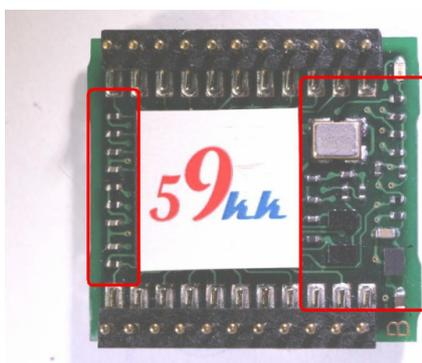

図 10.1. uSDCONF1F Bottom View
- ・ しかしながら、図 10.1のように、モジュールの裏側は高密度にチップ部品を実装しており、取扱いに注意して取り外さないと不用意に部品を押しつぶしたり、パターンを剥離してしまいかねません。
- ・ ドライバ等でモジュールをソケットから抜き取る場合、図 10.1 の部品配置を常にイメージして、赤枠部分に力がかからないよう十分に注意して下さい。
- ・ ドライバ等で撮り外す場合、図 10.2.1 のようにモジュール下への差し込みが十分でない場合、図 10.1 の赤枠の部分に作用点が働いてしまうとチップ部品を破損してしまいます。